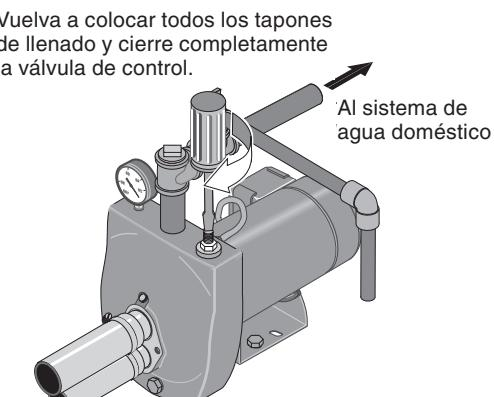

Figura 13: Cebe la bomba
2. Vuelva a colocar todos los tapones de llenado y cierre completamente la válvula de control (Figura 13).